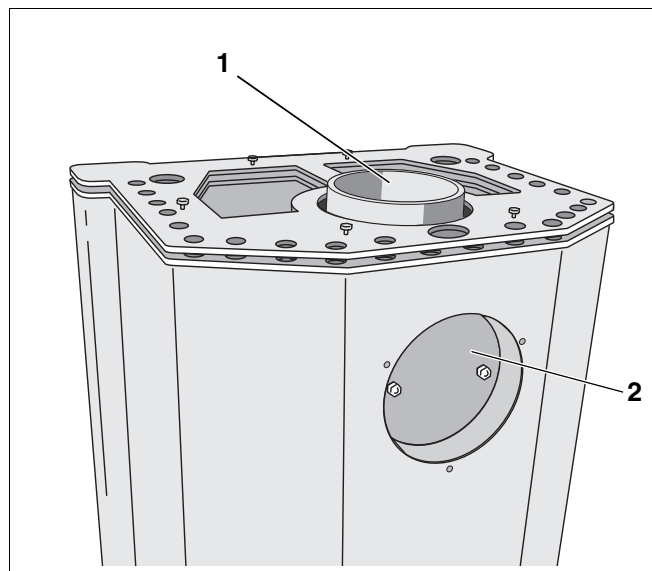

Abb. 29 Kaminofen – Auslieferungszustand (Darstellung blueline 4)
- Abgasanschluss Oberseite, über die obere Abgasöffnung nach oben (Abb. 29, **Pos. 1**),
- Abgasanschluss Rückseite, über die rückseitige Abgasöffnung nach hinten (Abb. 29, **Pos. 2**).